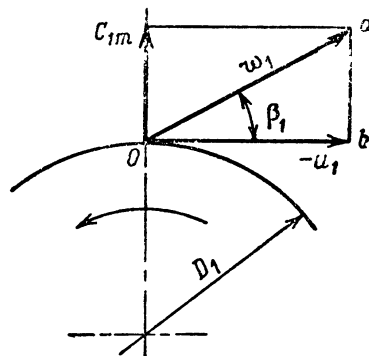

Рис.1
11. Определите относительную скорость на входе в насос при рассмотрении плана скоростей на рис.1: